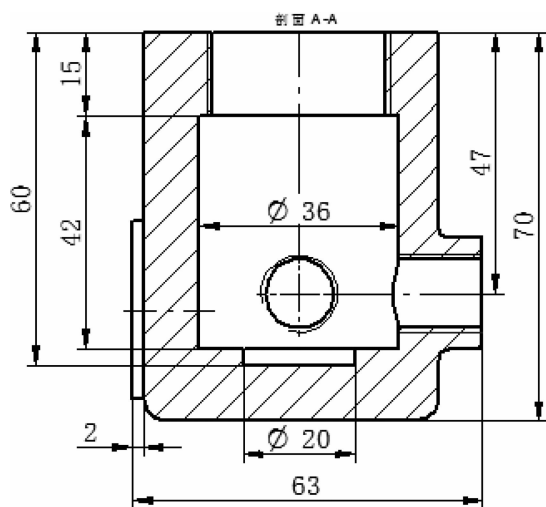

图 9-232 标注主视图圆孔尺寸
(6) 主视图标注 $\Phi 20$ 和 $\Phi 36$ 尺寸，如图 9-232 所示。